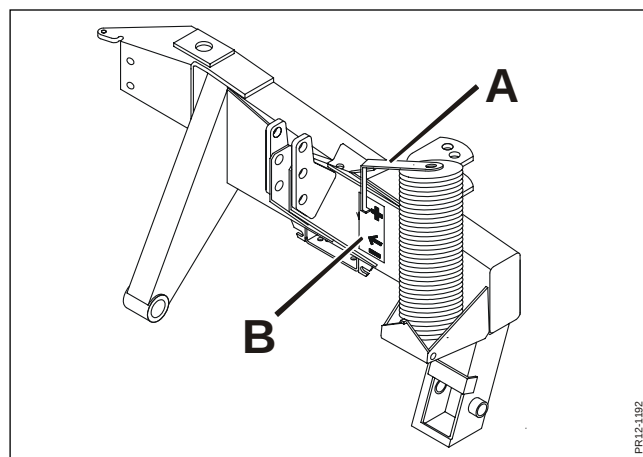

Fig. 3-8
- Fig. 3-8** Det dobbeltvirkende hydraulikudtag stilles i flydestilling. Liften hæves/sænkes til maskinen er i den korrekte højde for at kunne arbejde. Dette svarer til at indikatoren **A** står ud for pilen på transferen **B**, som beskrevet i kapitel 2.
NB: Uensartet stub eller ujævn kørsel hen over marken kan afhjælpes ved at vælge indstillingen svarende til Fig. 3-8.